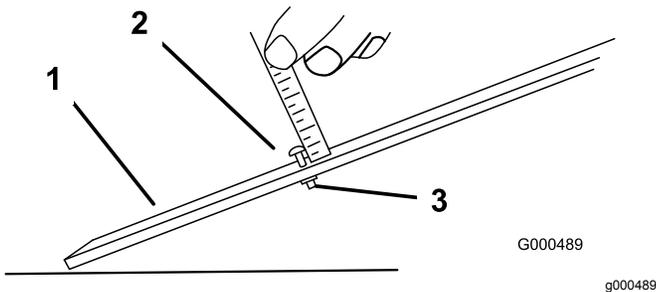

图14
1. 松开调刀尺上的螺母并将调节螺栓设定为所需的剪草高度 图14。